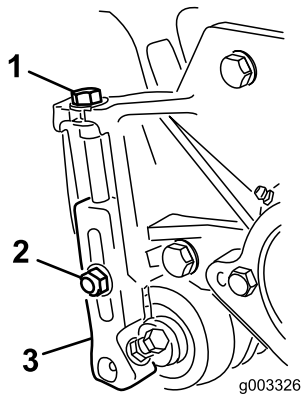

图16
- 1. 松开将剪草高度支架固定到滚刀组侧板上的锁紧螺母（图16）。